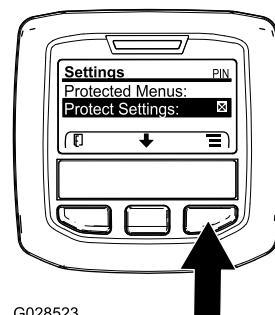

図 11
- MAIN メインメニューから中央ボタンで下へスクロールしていくと SETTINGS 設定メニューがありますから、ここで右ボタンを押します図 11。